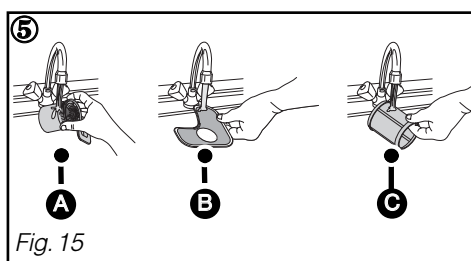

Fig. 15
② Dévissez d'un quart de tour le filtre à déchets puis le retirer Ⓐ .
③ Retirez le filtre principal Ⓑ .
④ Retirez le tamis micro filtre Ⓒ .
⑤ Nettoyez soigneusement les filtres Ⓐ , Ⓑ et Ⓒ sous l'eau courante (Fig. 15).